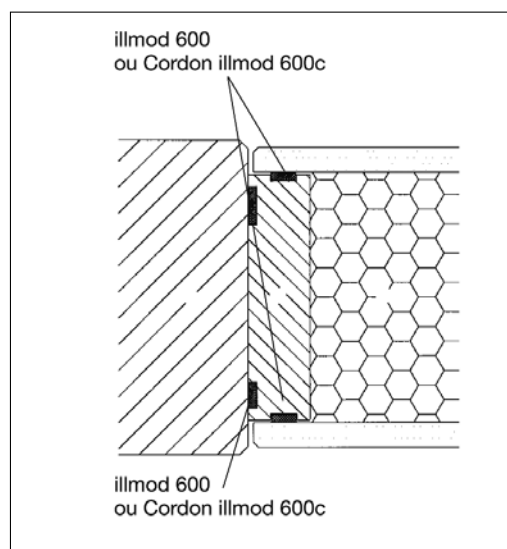

Figure 28 : Ossature bois
- pour les **jonctions en ossature bois** (Figure 28).